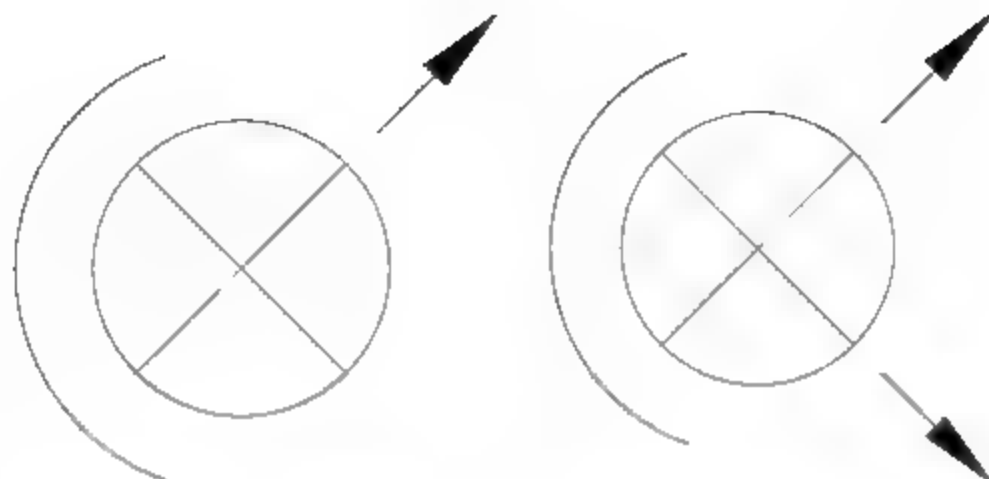

图8-192 绘制箭头
- 09 调用PL【多段线】命令，设置起点宽度为34、端点宽度为0，绘制如图8-192所示的指示箭头。